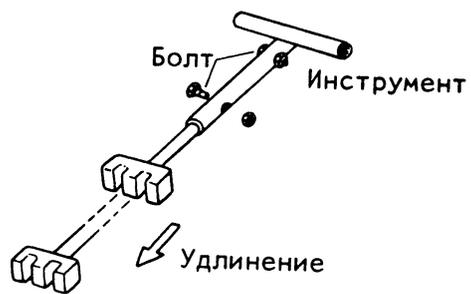

Рис. 2
3. Инструмент вставляется через отверстие (1) для реверсирования в левой стороне защитной решетки радиатора. Если он имеет контакт с цилиндром крыльев, то переместить болт для удлинения инструмента, как показано на Рис. 2.